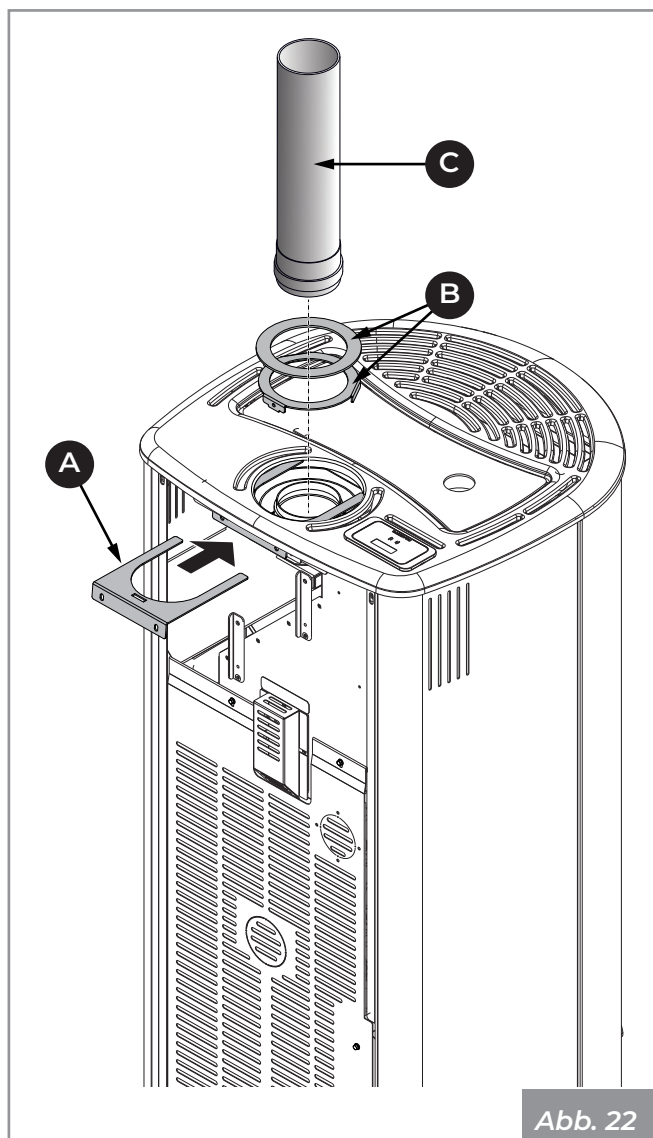

Abb. 22
- Verbinden Sie den ästhetischen Stellring (A) und den Ring selbst (B) ein (wird mit dem Gerät geliefert und zum Transport in der Brennkammer positioniert).
- Schließen Sie das Rauchabzugsrohr (C) (Abb. 22).